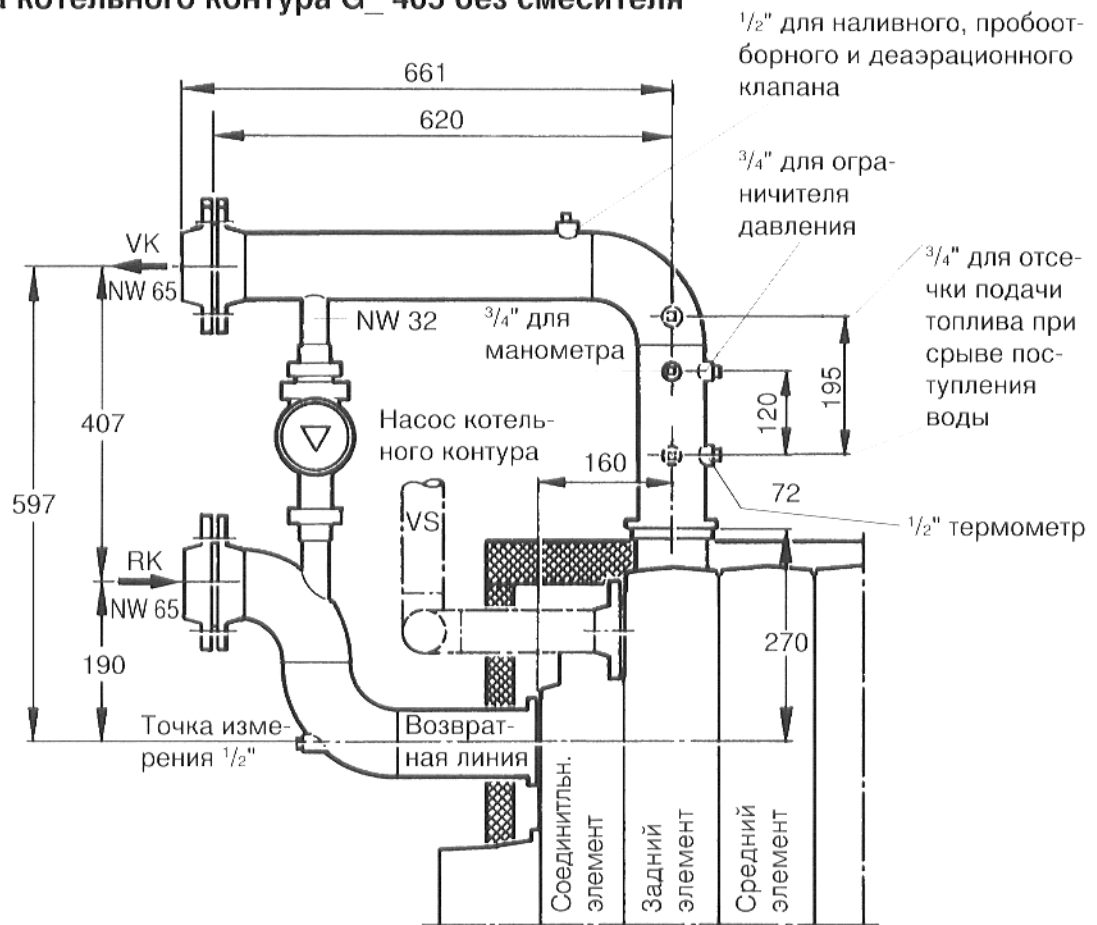
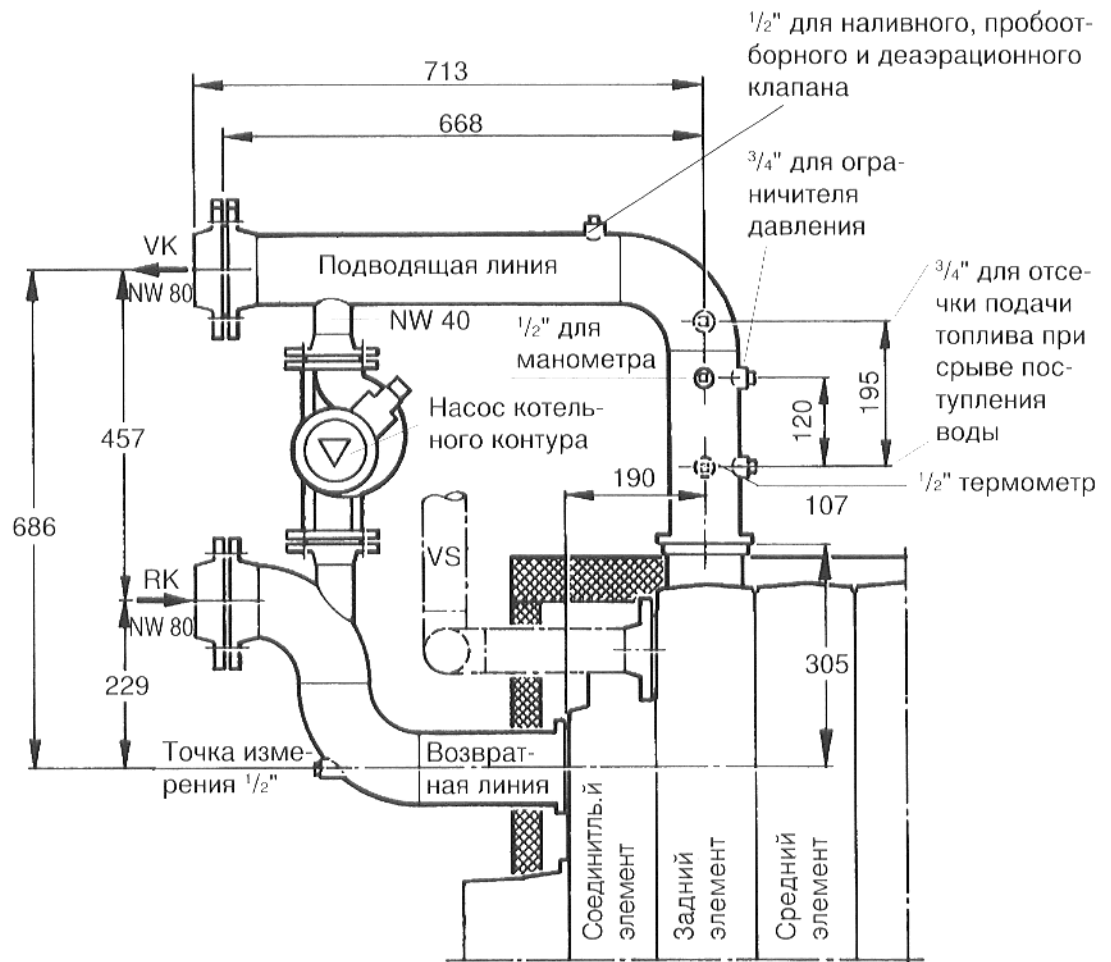

Рис. 1
Рис. 3
3. Слегка привинтить трубопровод возвратной линии, посредством U-образных шайб и гаек, к 4 шпилькам у места подключения возвратной линии котла (рис. 1 или рис. 3).